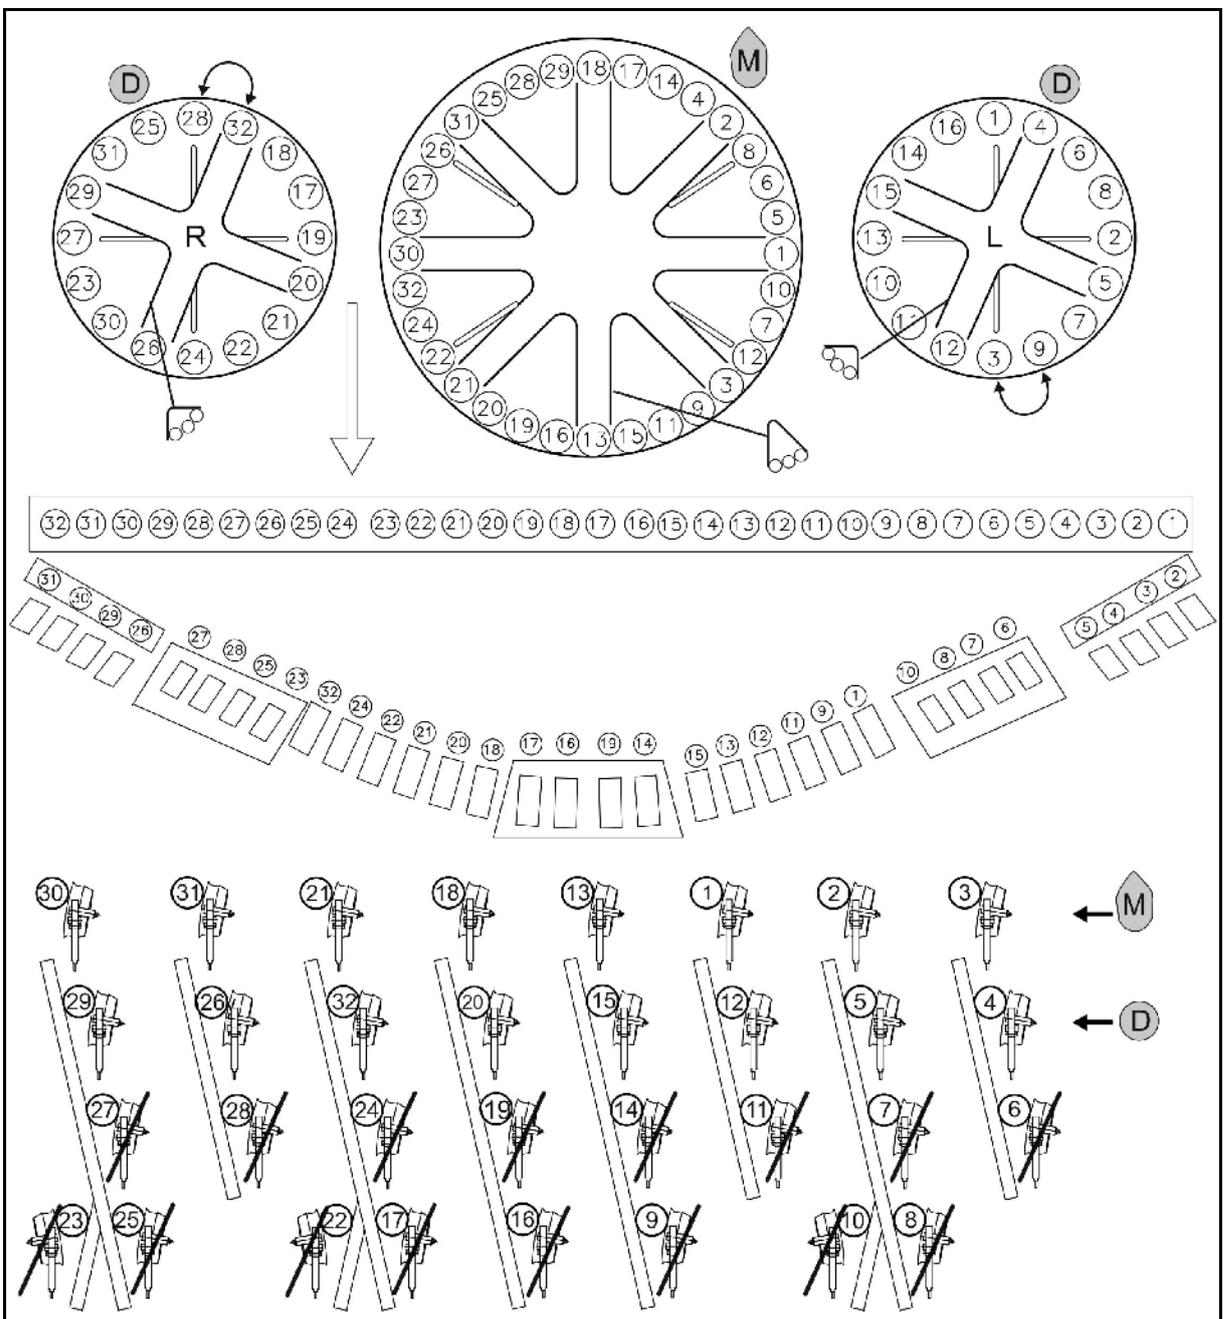

Fig. 50
- Mais M: Verschlussbleche  entsprechend Fig. 50 montieren.
- Dünger D: Verschlussbleche  entsprechend Fig. 50 montieren.